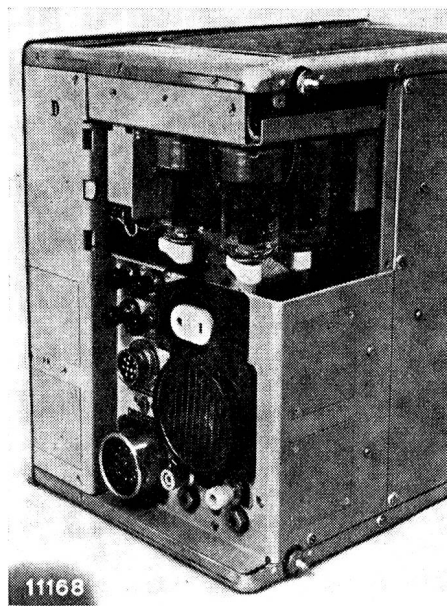

Fig. 37
**7.2.1. L'échange des tubes.** Pour l'échange des tubes, retirer l'appareil de son boîtier après avoir dévissé les 4 vis sur le panneau arrière. Enlever ensuite la paroi arrière du châssis D ou les autres châssis (fig. 37).